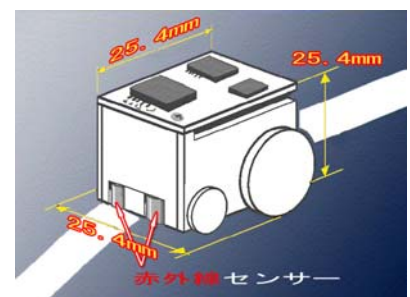

図2 マイクロライトレーサ本体の大きさ
- 3-3 マイクロライトレーサ本体の大きさは1インチ角つまり、全長 25.4mm、全幅 25.4mm、全高 25.4mm 以内（図2）とする。ただし、競技規定3-4で定めるセンサ部、および、同3-5で定める電源に関してはこの限りではない。また、キット廃止に伴い自作の困難さを考慮し全長、全幅、全高のうちいずれか1つのサイズが規定より3mm長くなることを認める。